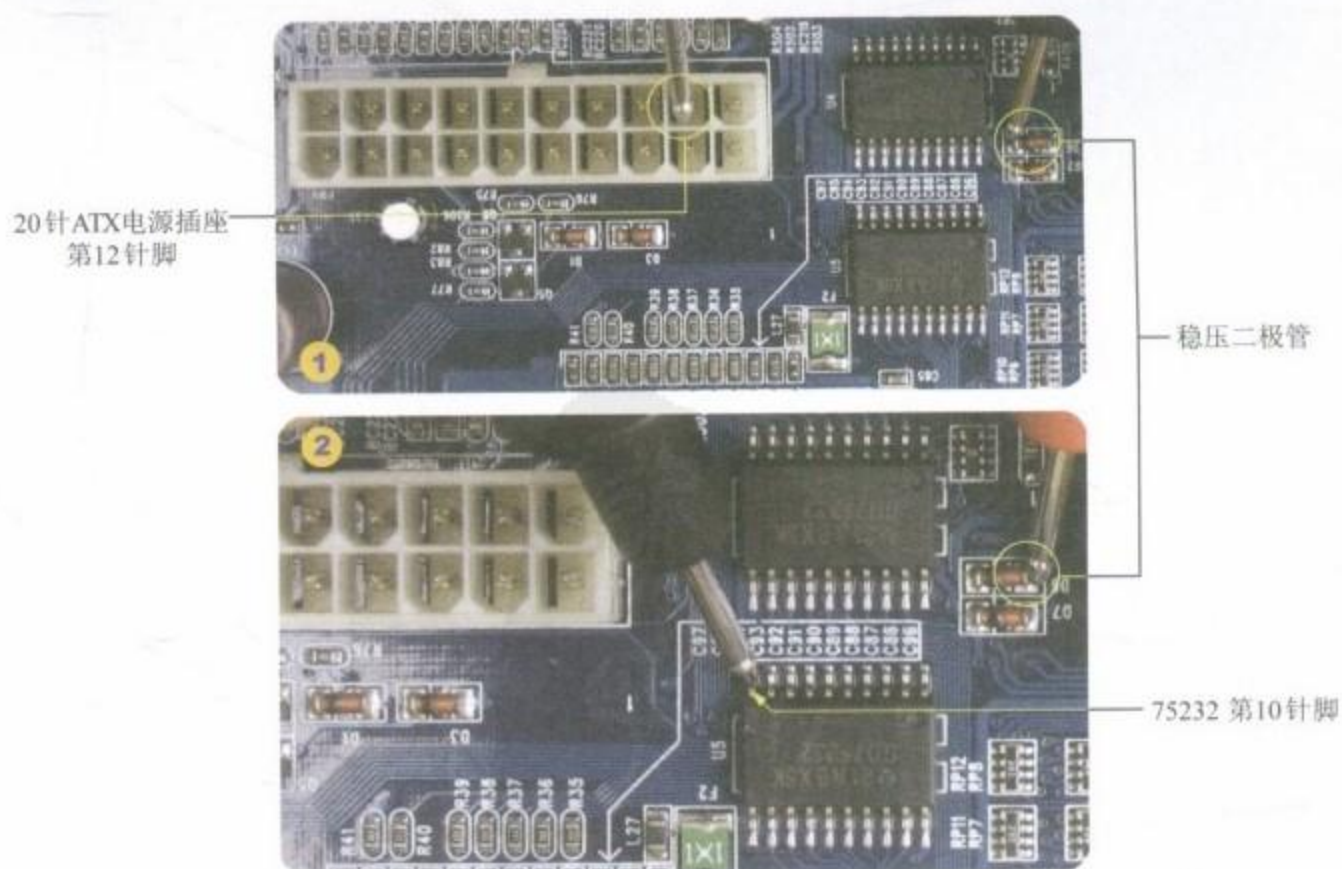

图5-39 测量串口管理芯片的-12V供电电路
Step 02 测量20针ATX电源插座第12针脚经过二极管到串口管理芯片（75232）的线路，如图5-39所示。